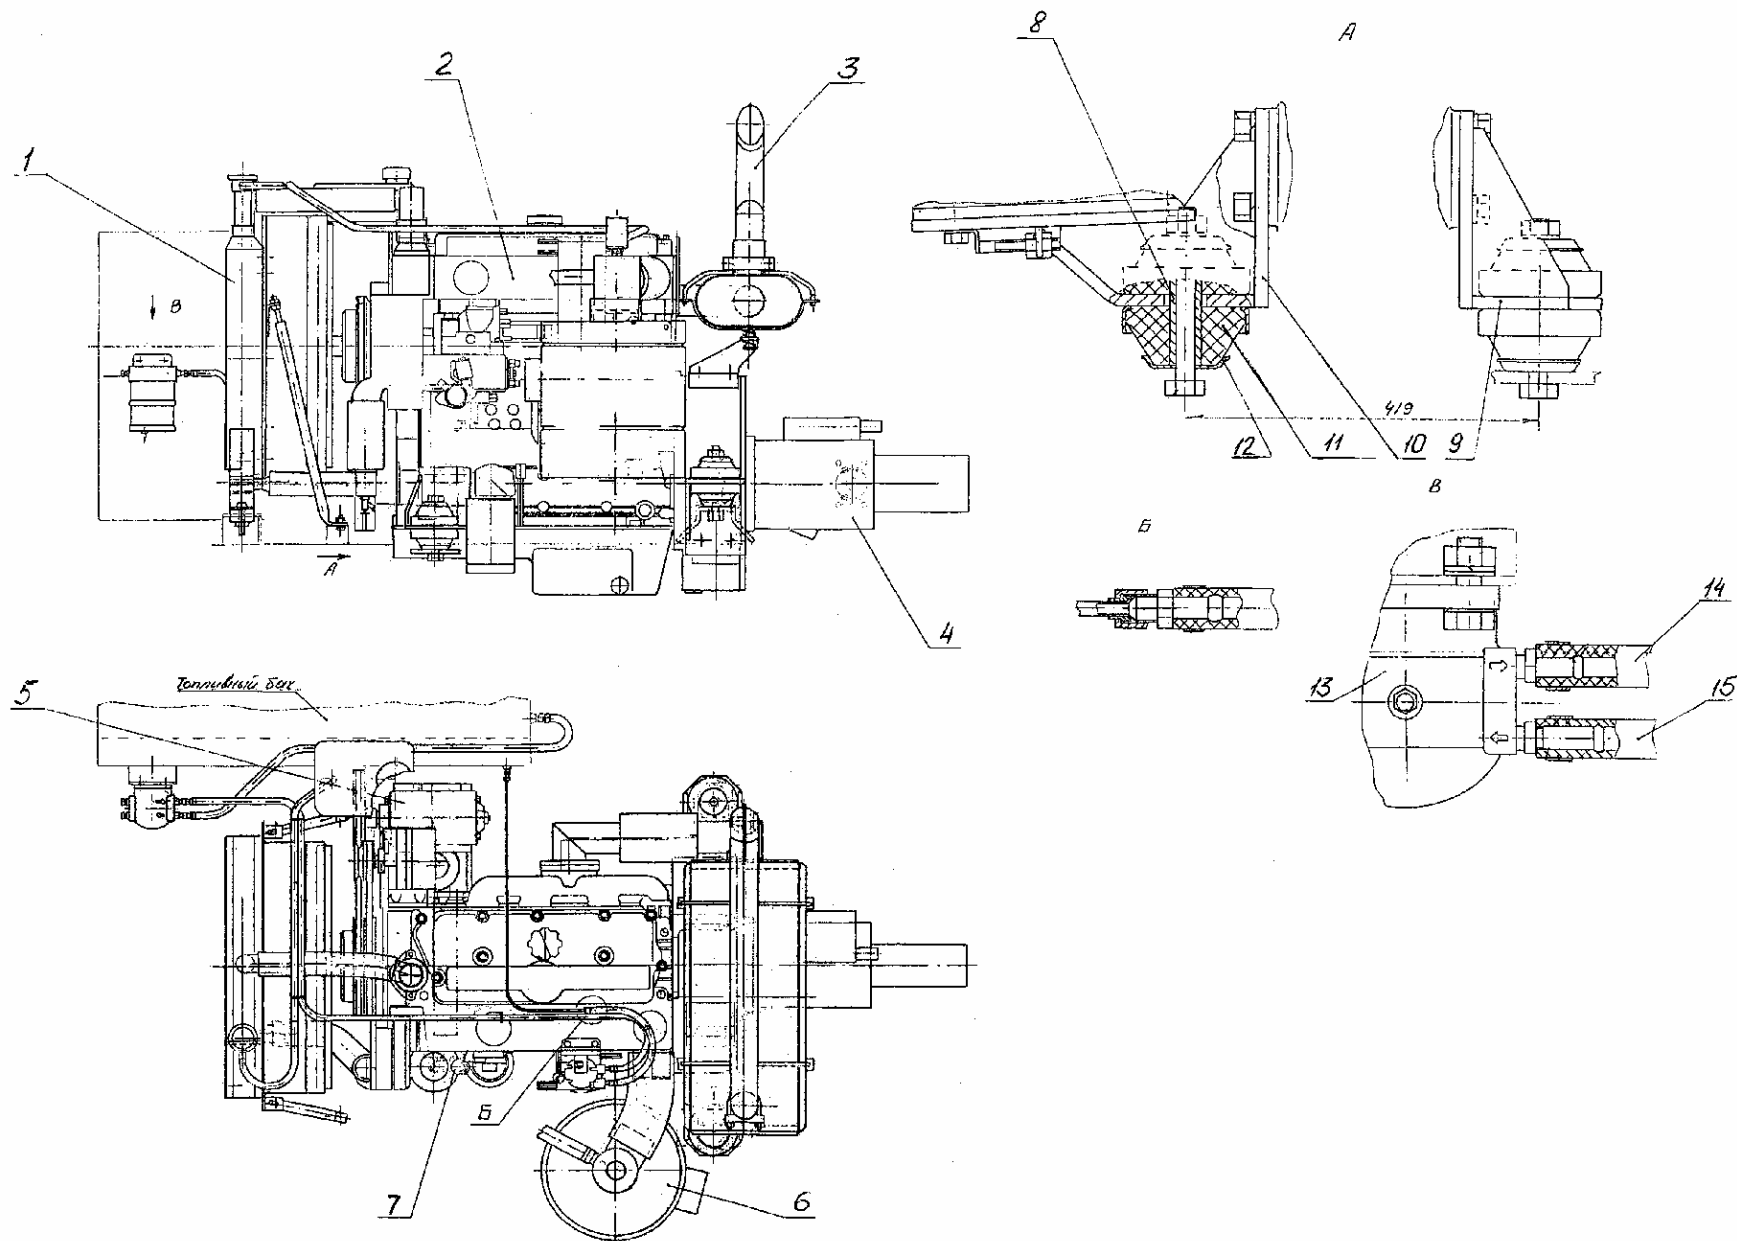

Рис.24 Силовая установка
2.4. СИЛОВАЯ УСТАНОВКА (РИС.24)